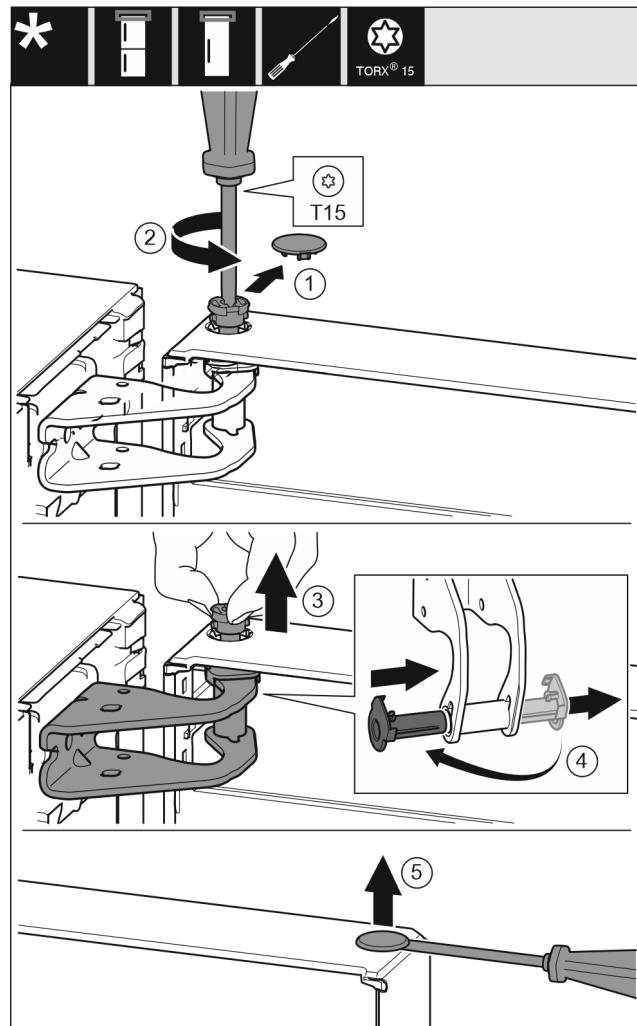

Fig. 5
- ▶ 小心拆下安全盖。Fig. 5 (1)
- ▶ 用 T15 螺丝刀拧下一枚螺栓。Fig. 5 (2)
- ▶ 抓紧门并用手指拔出螺栓。Fig. 5 (3)
- ▶ 将轴衬从导向装置拉出。从另一边装入并卡到位。Fig. 5 (4)
- ▶ 用带槽螺丝刀小心地从门轴衬上提起堵头并将其拉出。Fig. 5 (5)